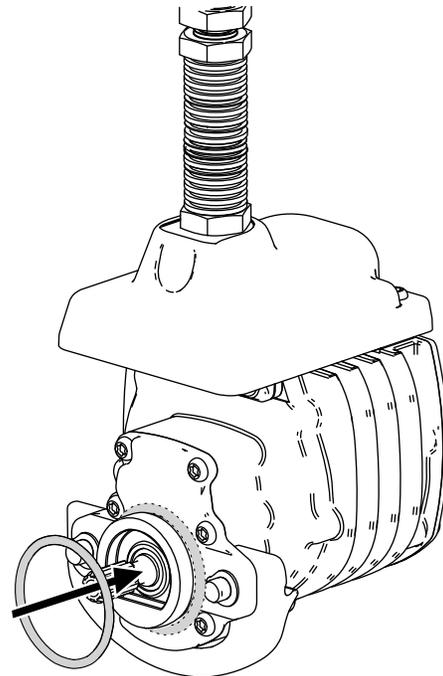

Рисунок 8
3. Установите уплотнительное кольцо на каждый электродвигатель барабана, как показано на Рисунок 8.